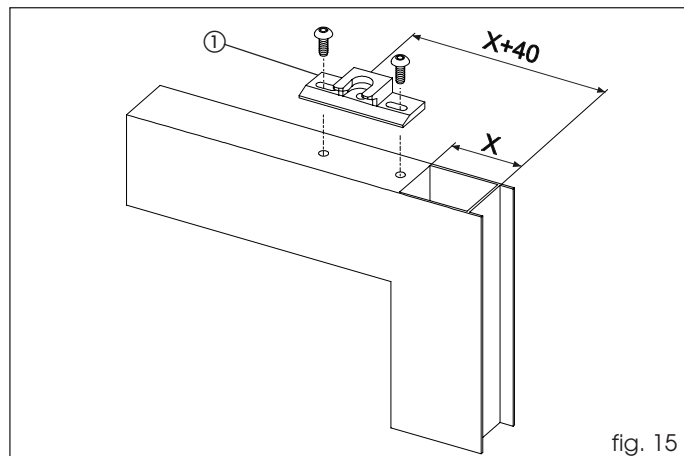

fig. 15
Positionner le bloc d'accrochage pour l'antipanique (fig. 15 réf. ①) sur la traverse supérieure du vantail en respectant les dimensions de fig. 15.